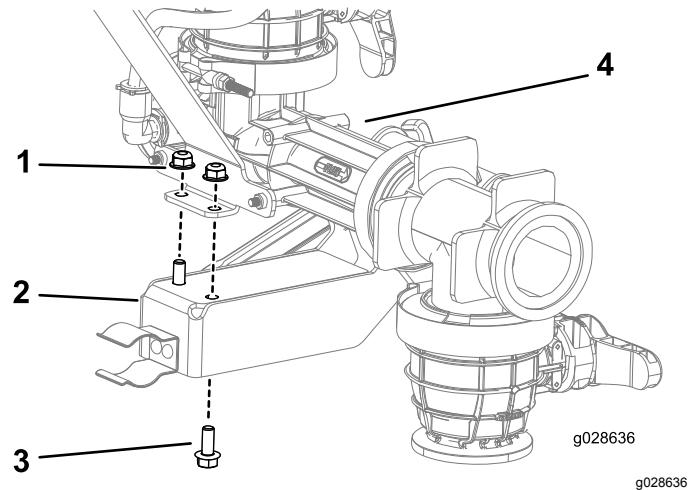

Рисунок 11
1. Присоедините рукоятку к эдуктору с помощью 2 болтов с фланцем и 2 фланцевых гаек (Рисунок 11).